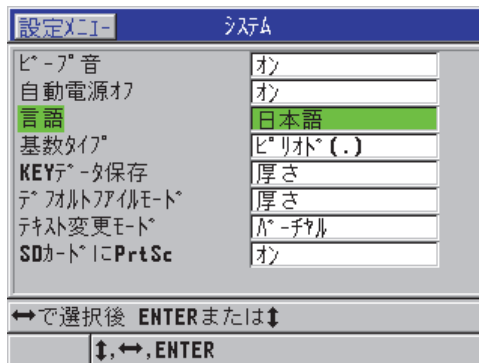

図 4-1 システム画面
2. システム画面で、次の操作を行います（44 ページの図 4-1 を参照）。